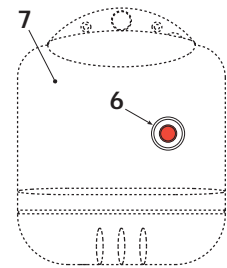

fig. 1
Pour éteindre la chaudière, mettre l'interrupteur 5 (fig.1), placé sur le panneau de commandes, sur la position "0" et fermer le robinet d'arrêt du combustible.
- a blocage du brûleur signalé par le voyant 6 (fig.1) Se reporter au manuel du brûleur.